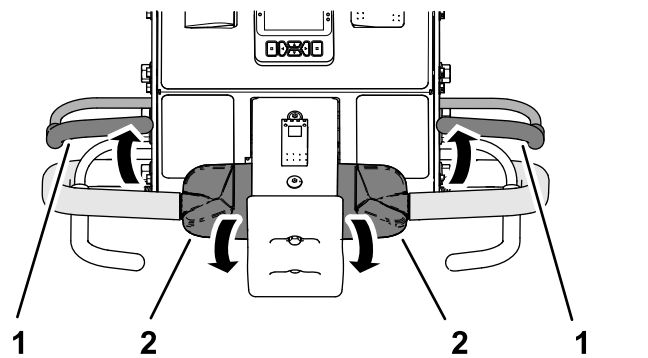

Bild 34
3. Halten Sie die Fahrtriebshebel und lassen Sie den Schaltbügel los (Bild 34).